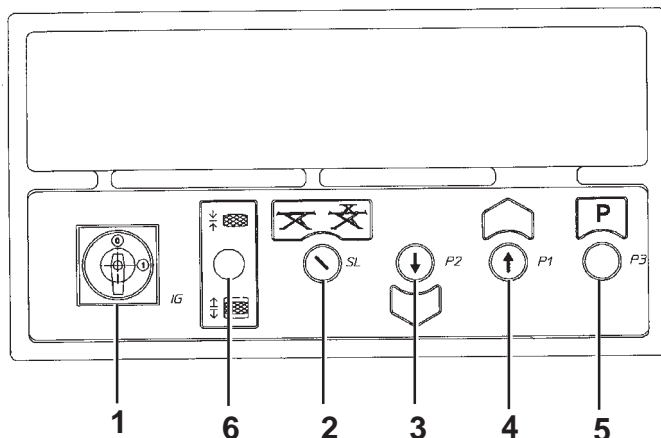

Fig. 38
Salita. (Rif. Fig. 38) Interruttore generale (1) in posizione 1. Selettore (2): posizione 0 attivazione sollevatore principale. Selettore (2): posizione 1 attivazione sollevatore integrato. Premere il pulsante di salita (4) fino al raggiungimento dell'altezza voluta.
Up - (Rif. Fig. 38) Master switch (1) in position 1.
Heben. (Zu Abb. 38). Hauptschalter (1) in Schaltstellung "1" setzen.
Montée. (Réf. Fig. 38) Interrupteur principal (1) sur la position 1. Sélecteur (2): position 0, actionnement de l'élévateur principal.
Subida. (Rif. Fig. 38) Interruptor general (1) en posición 1.